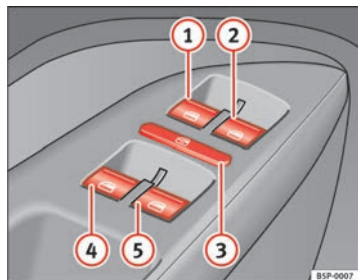

Fig. 69 Detalle de la puerta del conductor: mandos para las ventanillas delanteras y traseras
Las teclas ⇒ página 113, fig. 69 ① y ② tienen dos posiciones para la apertura de las ventanillas y otras dos para el cierre. De este modo es más fácil controlar las operaciones de apertura y cierre.